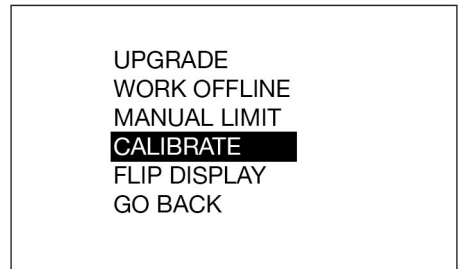
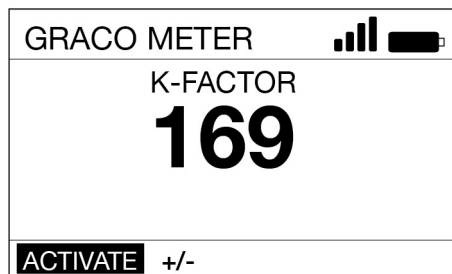

FIG. 20
FIG. 21
4. Sélectionner l'option ÉTALONNAGE (Fig. 20) pour afficher l'écran Facteur K d'étalonnage figurant sur la Fig. 21.
5. Sélectionner ACTIVER et appuyer sur la touche ENTRÉE pour commencer l'étalonnage de la vanne de distribution dosée (FIG. 21).
6. Distribuer exactement un (1) quart ou un (1) litre de fluide dans un flacon volumétrique étalonné et propre.